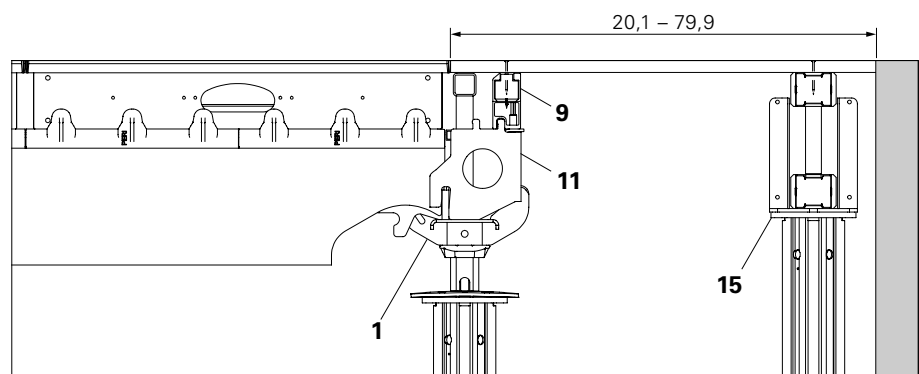
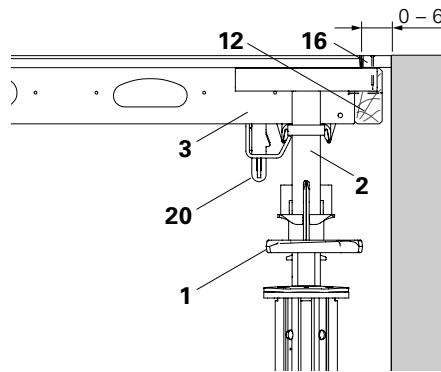

Fig. A5.28
Fig. A5.33
1. Accroché la poutrelle primaire à la tête de décentrement SFK (1) (Fig. A5.31), Plaque Combi (tourné à 180°) SCK (7) (Fig. A5.32) ou la tête d'étais SSK (6) (Fig. A5.33).
2. Installer le Support de rive (11) et la poutrelle de rive (9).
3. Positionner l'étais supplémentaire avec tête de fourche et poutrelle de coffrage. (15).
4. Installer le coffrage et le fixer à l'aide de clous. (Fig. A5.28 - A5.30)
1. Monter l'élément SDP (3) au-dessus de la poutrelle SLT (2) et sécuriser avec le coin à panneaux (20). (Fig. A5.33 - A5.35)